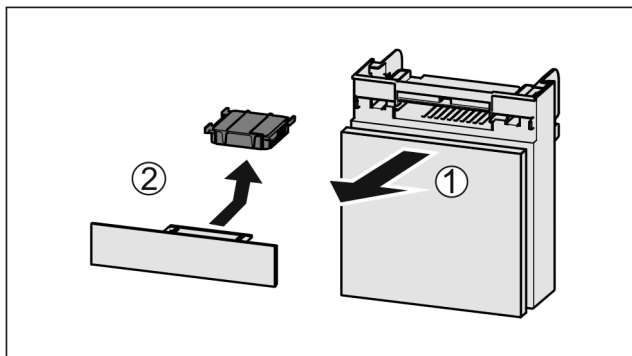

Fig. 143
- Zásuvku vytáhněte dopředu Fig. 143 (1).
- Filtr s aktivním uhlím vyjměte Fig. 143 (2).